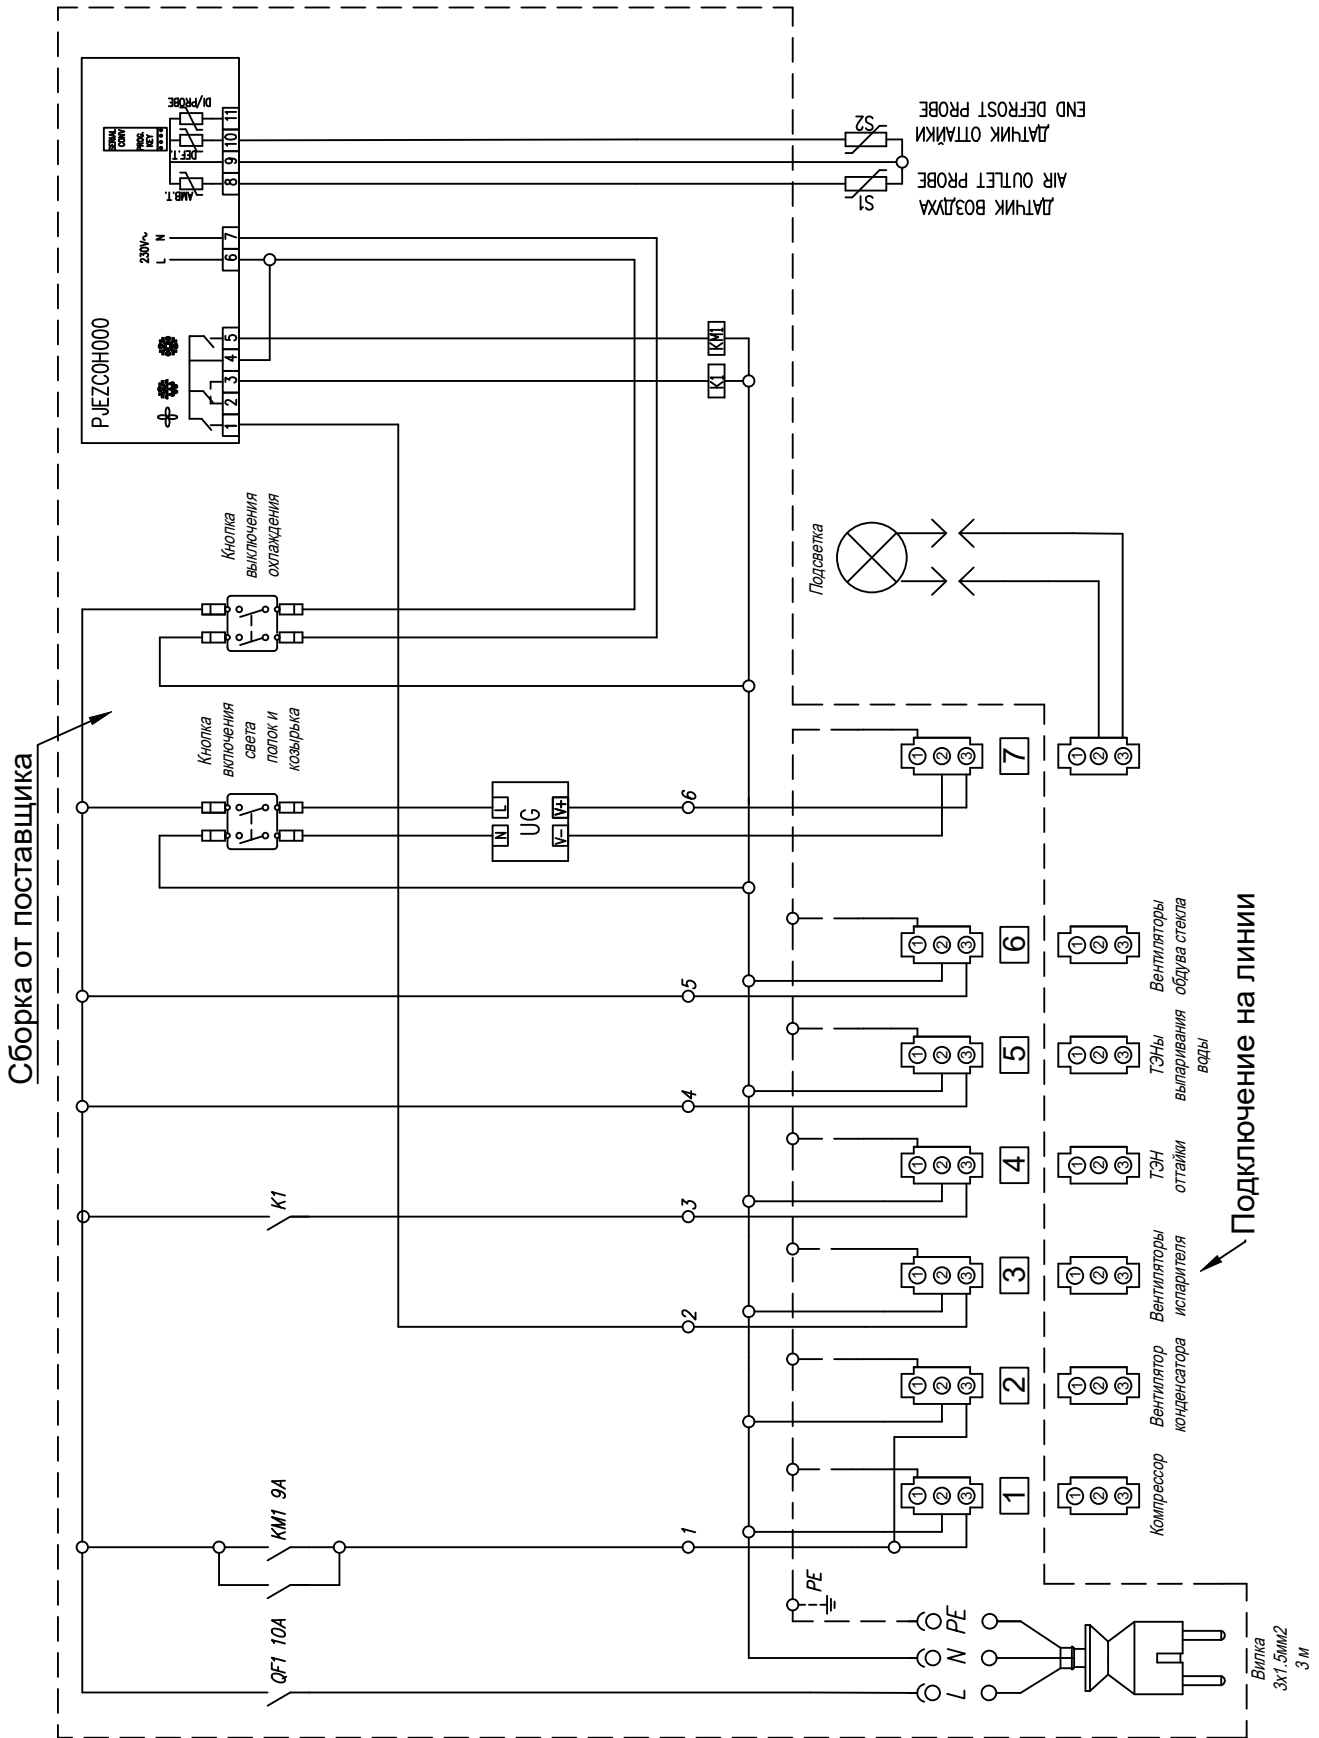

Рис.13
13. Электрическое подсоединение - технический специалист (Рис. 13)